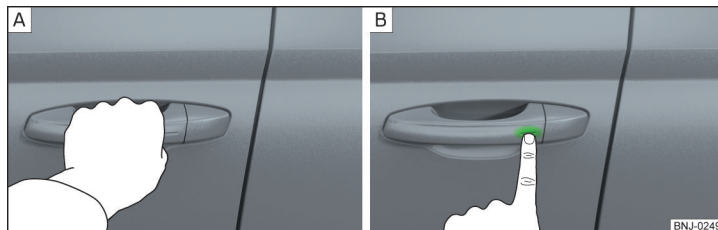

Fig. 45 Sbloccaggio / bloccaggio del veicolo
- Afferrare la maniglia della porta per **sbloccare** il veicolo » fig. 45 - **A**.
- Toccare con le dita il sensore sulla maniglia della porta per **bloccare** il veicolo » fig. 45 - **B**.
- Toccare entro 5 s il sensore sulla maniglia della porta » fig. 45 a pag. 54 - [B]. La disattivazione verrà confermata da un lampeggio singolo degli indicatori di direzione.